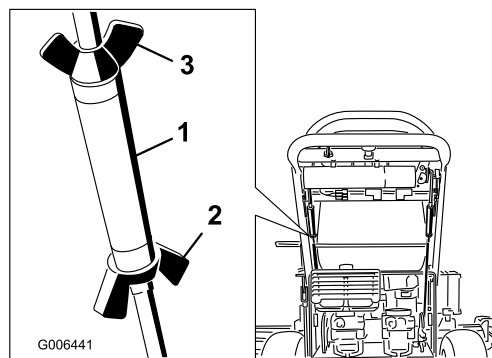

Figura 46
- Allentate i dadi ad alette sull'asta di comando destra e ruotate il tornichetto verso l'interno o verso l'esterno per assicurarvi che la leva di controllo destra sia centrata in posizione di blocco in folle. Fissate il tornichetto in posizione con i dadi ad alette (Figura 46).
- Allentate i dadi ad alette sull'asta di comando sinistra e ruotate il tornichetto verso l'interno o verso l'esterno per cambiare l'allineamento. Fissate il tornichetto in posizione con i dadi ad alette (Figura 46).